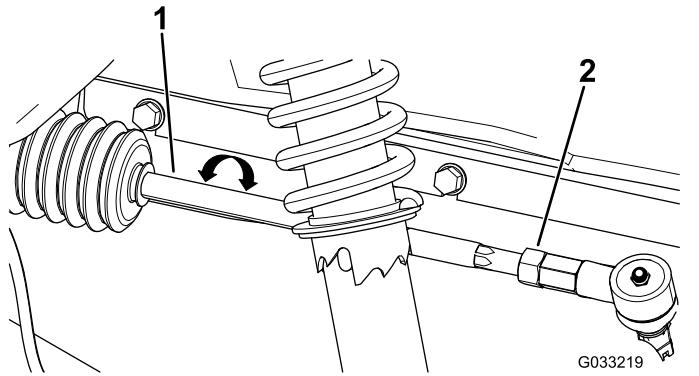

Figure 13
2. Si les mesures ne sont pas comprises entre 0 et 6 mm, desserrez les écrous de blocage aux deux extrémités extérieures des bielles (Figure 13).